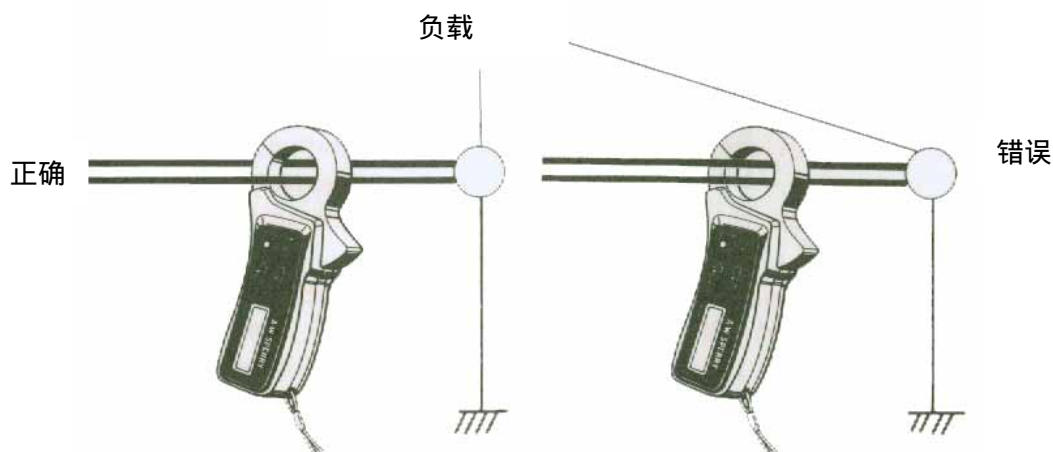

图 2
- (1) 将电源开关设置到 “A” 位置, 使用电流量程选择开关, 选择合适电流量程。
- (2) 普通测量 (图 2), 按下钳口扳打开钳口并仅钳在一根导线上。